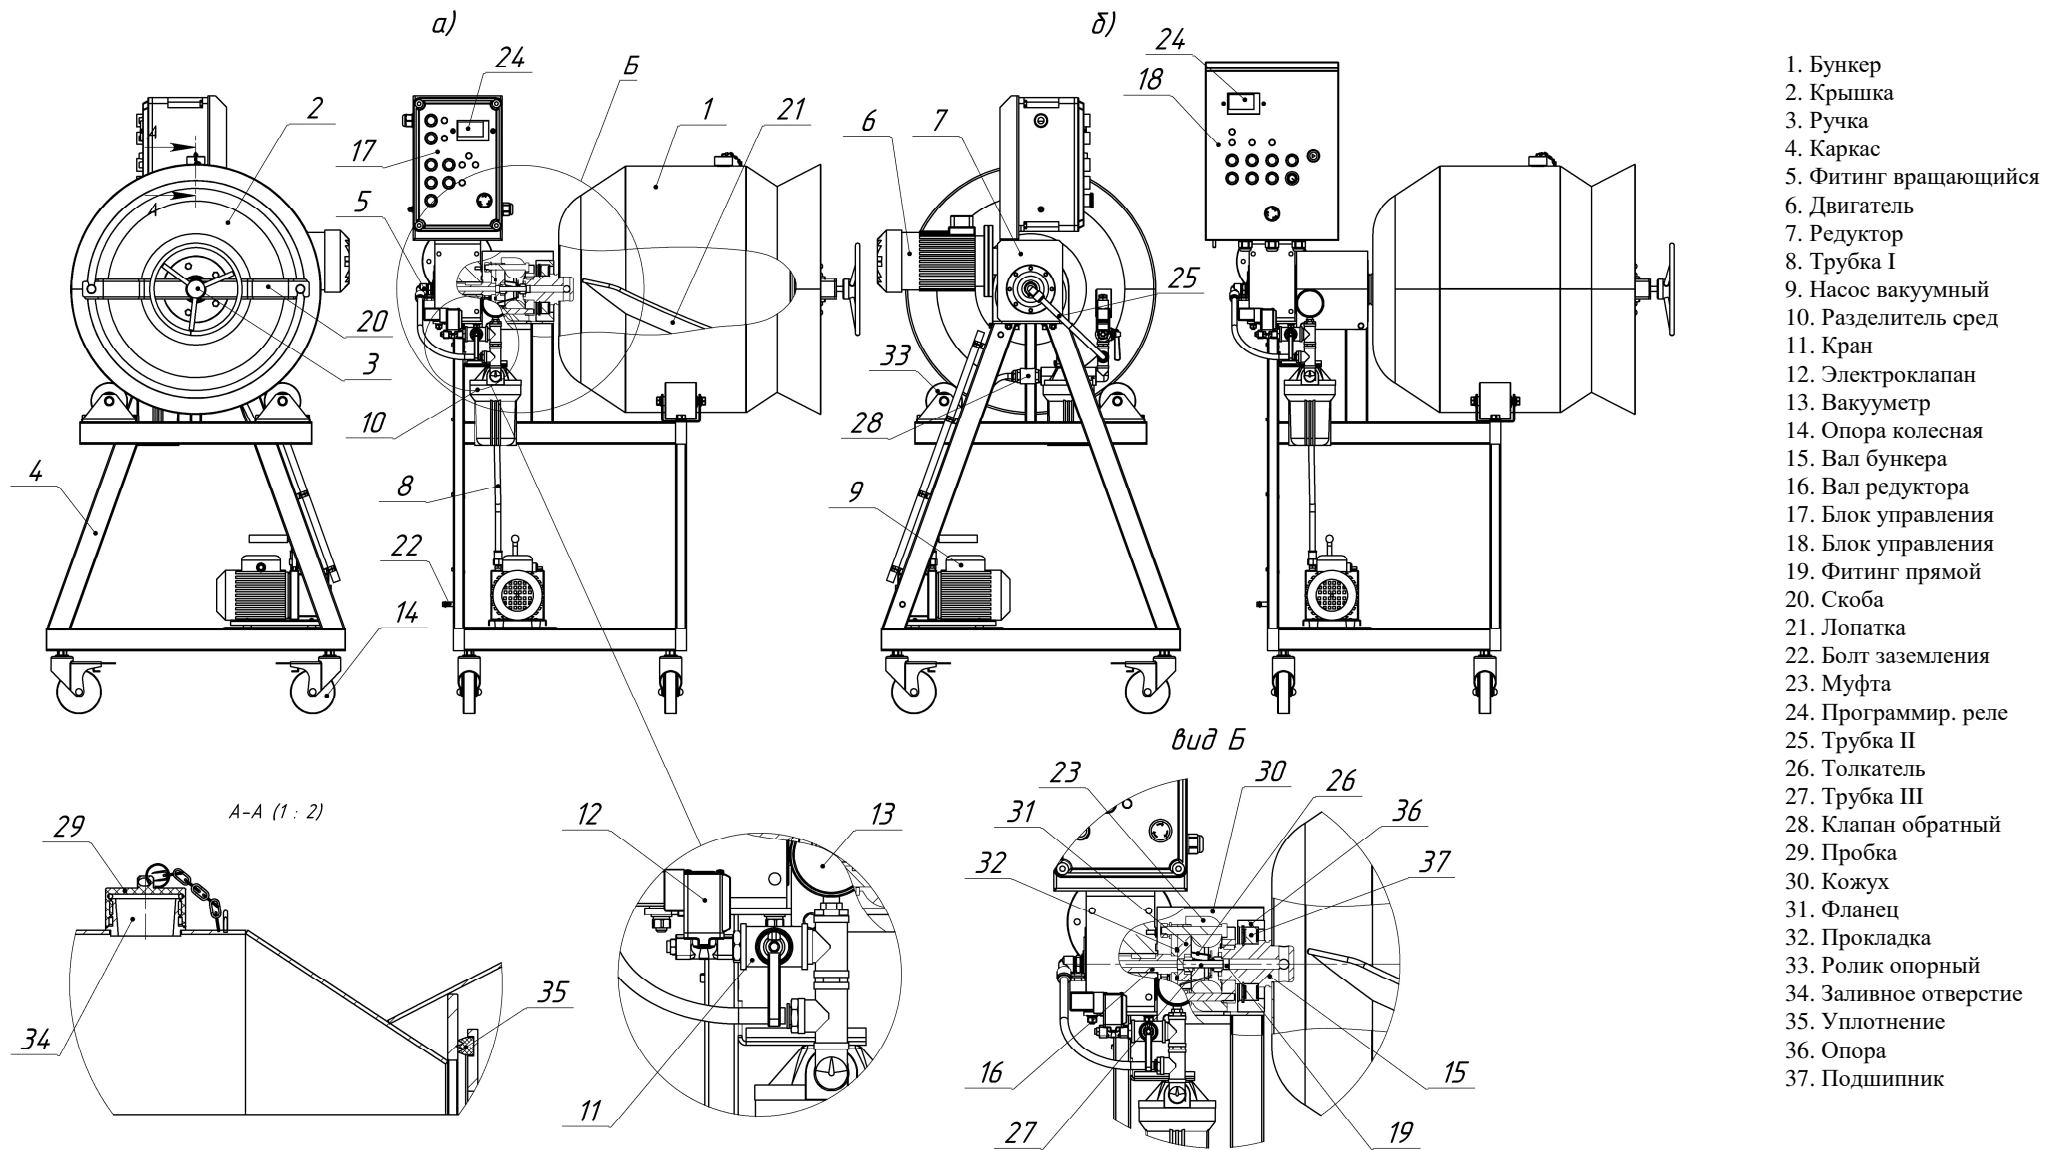

Рисунок 1. Массажер вакуумный: а) ИПКС-107-100(Н); б) ИПКС-107-100Ч(Н).
5.19 На время работы массажера необходимо дополнительно устанавливать защитное ограждение с лицевой стороны массажера и со стороны крышки 2 (рисунок 1, 2).
На массажерах марки ИПКС-107-100Ч(Н), ИПКС-107-200Ч(Н) предусмотрено регулирование скорости вращения бункера, для чего на панели блока управления 18 (рисунок 1, 2) повернуть регулятор «СКОРОСТЬ» в сторону «МИНИМУМ» или «МАКСИМУМ», задавая наиболее предпочтительную скорость массажирования.
7.11 Во время работы массажера необходимо следить за величиной остаточного давления по вакуумметру 13 (рисунок 1, 2).